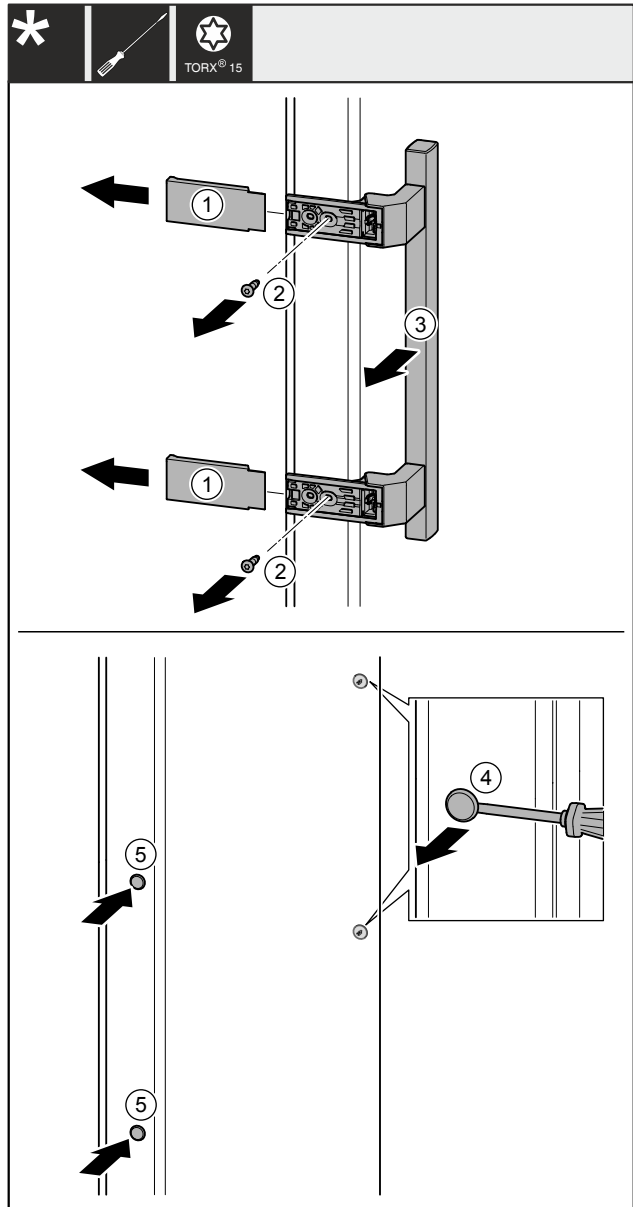

Fig. 40
- Afdekkingen Fig. 40 (1) wegtrekken.
- Schroeven Fig. 40 (2) met een schroevendraaier er uit draaien.
- Greep Fig. 40 (3) wegnemen.
- Til de zijplug voorzichtig Fig. 40 (4) op met een platte schroevendraaier en trek hem er uit.
- Plug Fig. 40 (5) aan de andere kant er weer insteken.